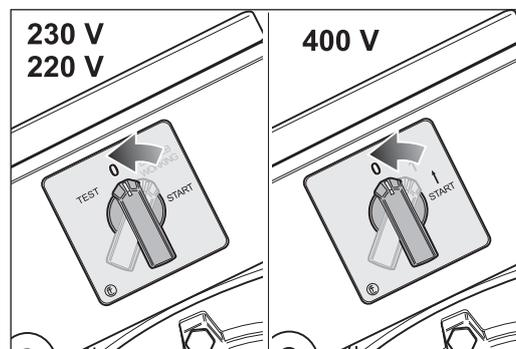

Abb. 18 Zum Ausschalten der Maschine den Schalterknopf auf Position -0- drehen.
- 2 Drehen Sie den Schalterknopf am Motor auf Position -0- (Abb. 18).